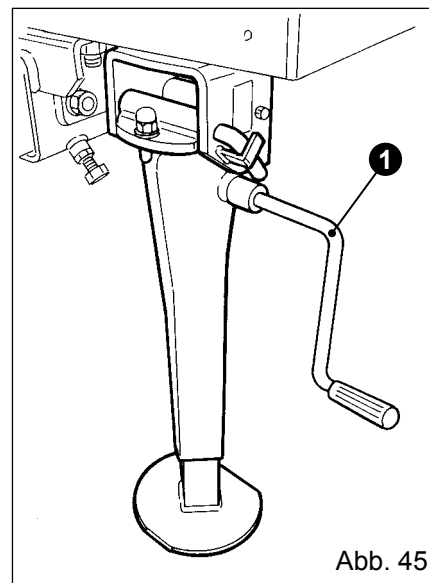

Abb. 45
- 4) Die entsprechende Kurbel (1) betätigen, um den mechanischen Fuß bis zum Boden zu bringen. Die Zugöse circa 2 cm von der Anhängerkupplung anheben (Abb.45).